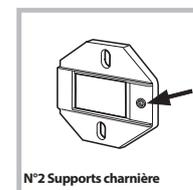

Fig. 1
- Montez les supports de la charnière sur la façade, en positionnant le trou indiqué par une flèche dans la figure 1 vers l'intérieur de la façade et interposez une cale (fig. 4/B). Utilisez les vis «type C».